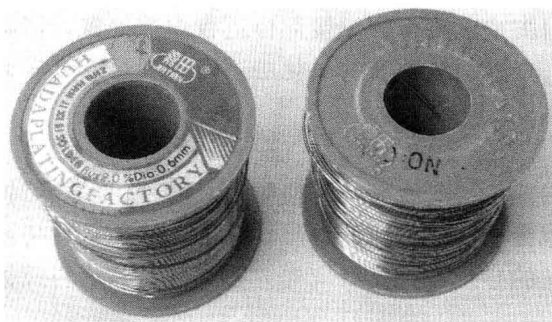

图 1-3 焊锡外形
① 焊锡 焊接电子元件，一般用带松香芯的焊锡丝。这种焊锡丝，熔点较低，并且内含松香助焊剂，使用极为方便。焊锡外形如图 1-3 所示。